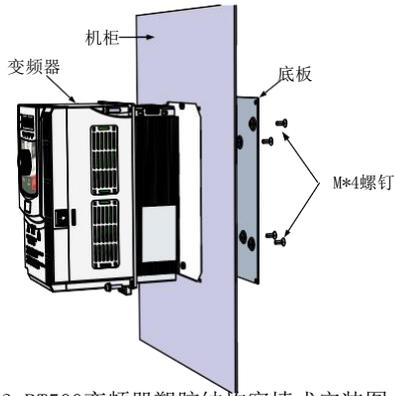

图3-3. BT500变频器塑胶结构穿墙式安装图
- 2) 将变频器置入已按尺寸开好安装孔的机柜，并用M6的螺钉和螺母固定；具体见图3-3 BT500变频器塑胶结构穿墙式安装图。